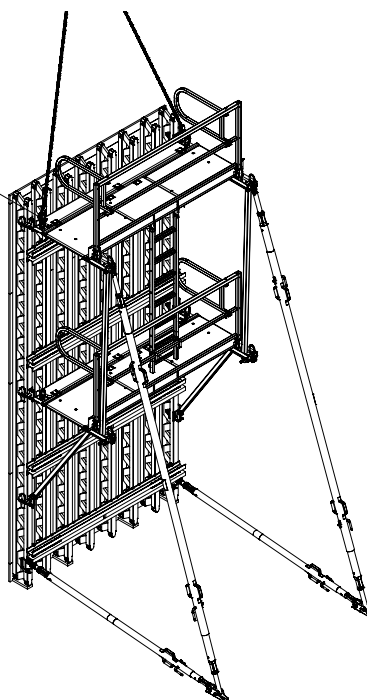

Fig. B2.21
2. Fissare l'unità della piattaforma, ad esempio con la vite di ancoraggio PERI 14/20 x 130 o equivalente. (Fig. B2.21)